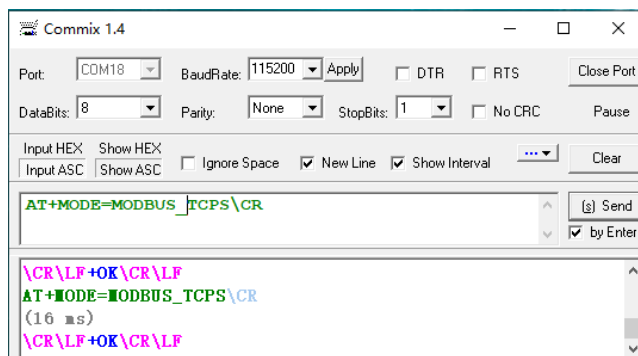

图 6-22 设置 MODBUS_TCPS 模式 AT 指令
1) 将模块设置为 MODBUS_TCPS 模式，端口设置为 5000。可通过 AT 指令和网页两种方式进行设置，以 AT 指令设置为例，如图 6-22 所示。具体 AT 指令模式进入操作请参考，AT 指令集部分。
2) 如图 6-22 所示，收到 “+OK”表明模块设置 MODBUS_TCPS 模式完成。然后退出 AT 指令模式，程序自动返回透传模式。